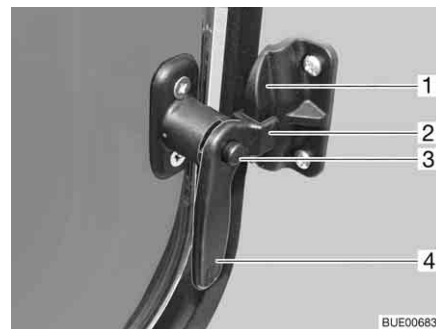

Bild 30 Fenster in der Eingangstür in Stellung "Dauerbelüftung"
- Den Sicherungsknopf (Bild 30,3) drücken und gedrückt halten.
- Den Verriegelungshebel (Bild 30,4) zur Fenstermitte hin drehen.
- Den Verriegelungshebel wieder zurückdrehen. Die Gabel (Bild 30,2) am Verriegelungshebel dabei in die Fensterverriegelung (Bild 30,1) einfahren.